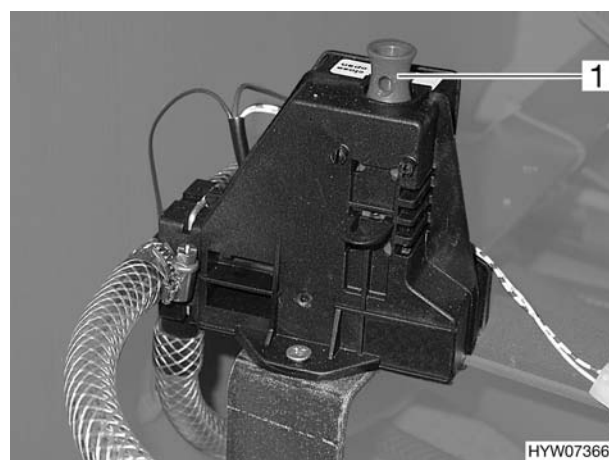

Bild 124 Sicherheits-/Ablassventil des Boilers
Der Boiler ist mit einem Sicherheits-/Ablassventil (Bild 124) ausgestattet. Das Sicherheits-/Ablassventil verhindert, dass das Wasser im Boiler einfriert, wenn bei Frost die Heizung nicht eingeschaltet ist. Einbauort siehe Kapitel 10, "Lage der Ablassventile".
- Sicherheits-/Ablassventil schließen. Dazu den Zugschalter (Bild 124,1) nach oben ziehen.
- Sicherheits-/Ablassventil (Bild 124) öffnen. Dazu den Zugschalter (Bild 124,1) nach unten drücken. Der Boiler wird über das Sicherheits-/Ablassventil nach außen entleert.